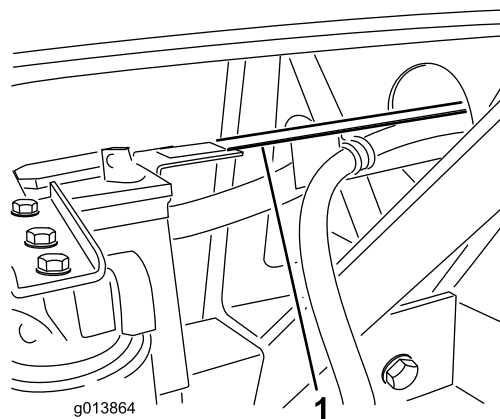

Figura 10
33. La guía de los manguitos debe descansar sobre la pestaña de la pata vertical de la bandeja de la batería (Figura 10). Si los taladros de la guía de los manguitos no quedan alineados con los taladros de la pestaña de la bandeja de la batería, puede ajustarse la longitud de la guía aflojando los pernos que la sujetan al soporte del depósito hidráulico y deslizando la guía hacia adelante o hacia atrás, según sea necesario.
34. Sujete la guía de los manguitos a la pestaña de la bandeja de la batería usando 2 pernos de 1/4 x 3/4 pulgada y contratueras con arandela prensada (Figura 10).